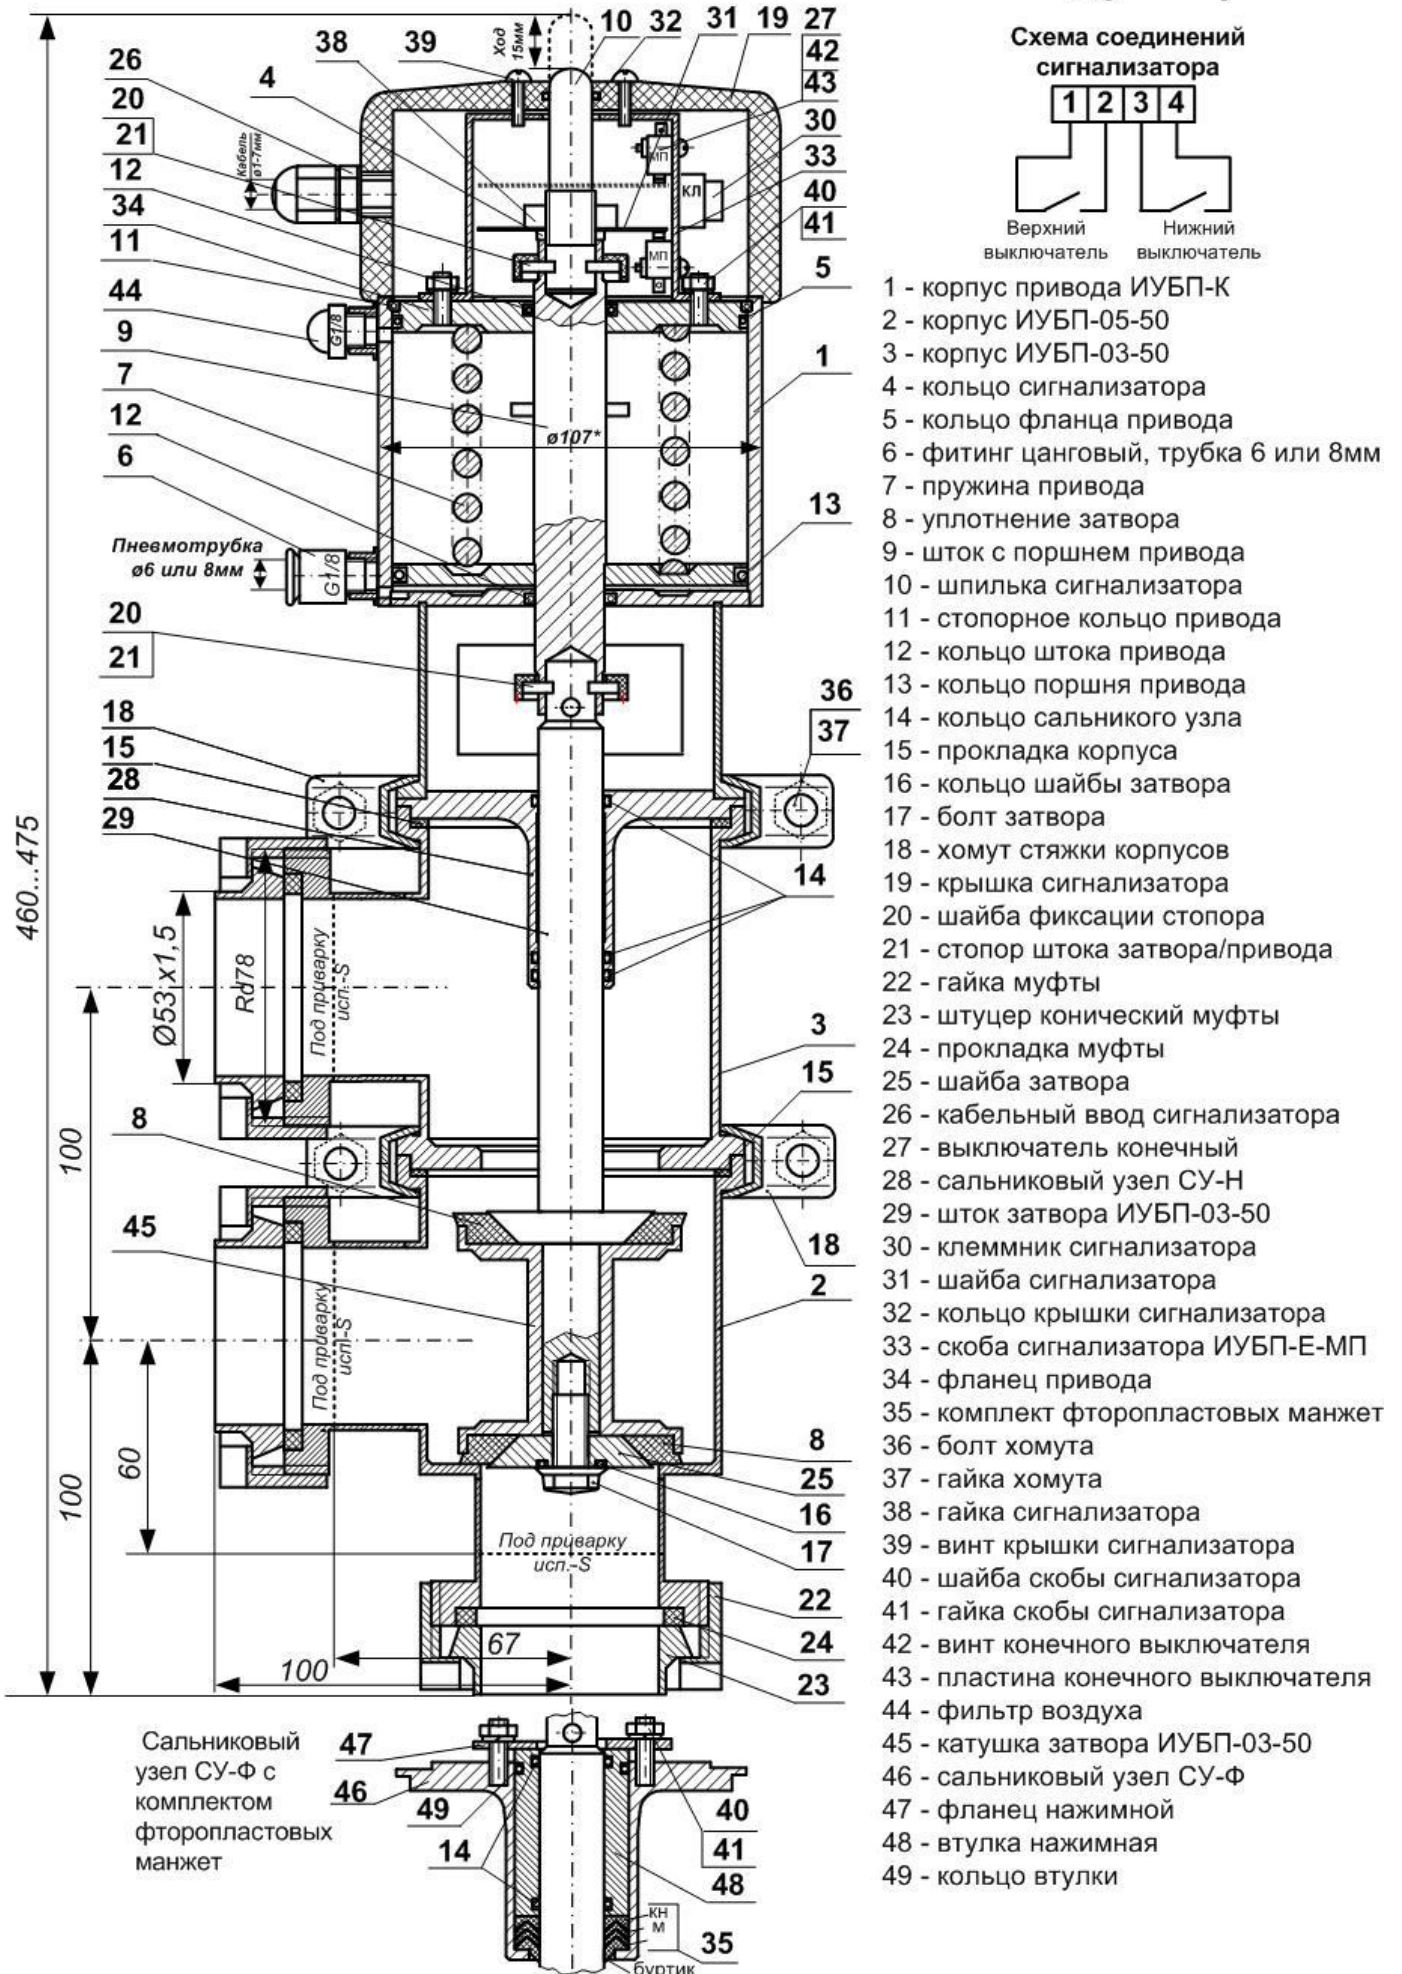
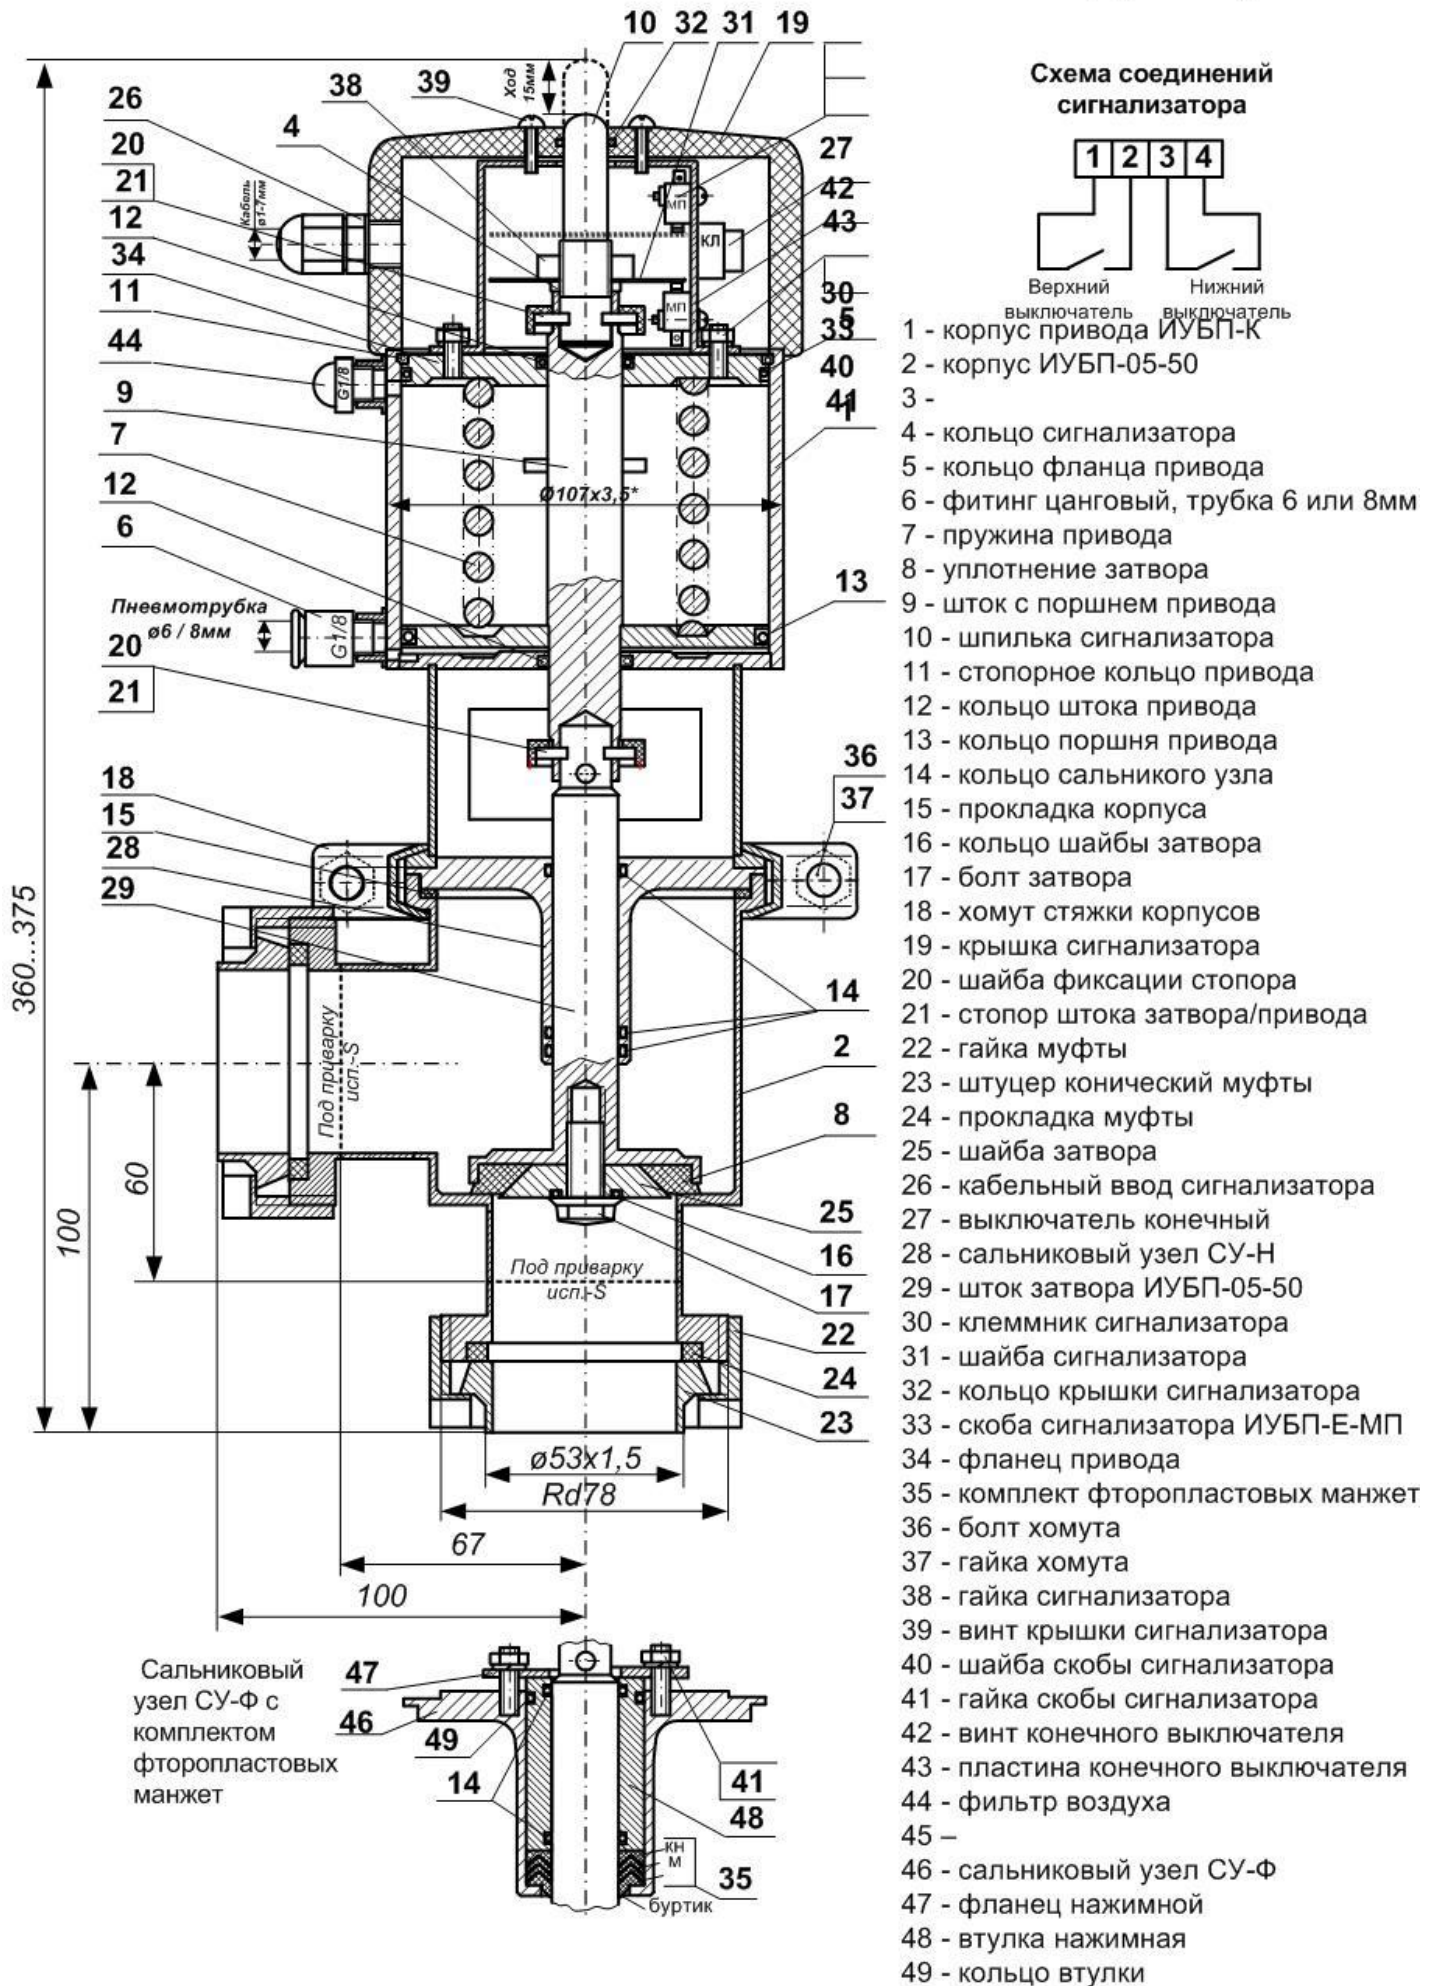

Рис. 1
Рис.2
Например, на рис.1 показан клапан ИУБП-К исполнения -03, имеющий два корпуса муфтового присоединения, а на рис.2 клапан исполнения -05, имеющий один корпус. Пунктирной линией показаны патрубки клапана приварного присоединения (исп.-S). Остальные исполнения клапанов имеют аналогичную конструкцию и размеры.
1) для НЗ клапана, поршень 9 внизу, пружина 7 вверху, фитинг 6 внизу, фильтр 44 вверху (см. рис. 1, 2 и 4);
Затвор двухседельного клапана (рис.1) состоит из: штока 29, катушки 45, конусной шайбы 25 (или комплект из двух шайб), уплотнительного кольца шайбы 16, болта 17, двух уплотнений затвора 8.
Затвор односедельного клапана (рис.2) состоит из: штока 29, конусной шайбы 25, кольца 16, болта 17, уплотнения 8.
4.1.5.2. В клапане ИУБП-Е-Ф устанавливается СУ-Ф (рис.1, 2) с нажимной втулкой 48 и комплектом шевронных манжет 35 из фторопласта Ф-4. Прокладки 15 и 24 также из фторопласта. Манжеты и кольца устанавливаются в следующем порядке: в корпус 46 вводится шток затвора 29, затем с помощью втулки 48 (с установленными кольцами 14 и 48) опускается кольцо опорное КО буртиком вниз, далее - манжеты М 2шт., затем - кольцо нажимное КН. Втулка 48 прижимается фланцем 47 с помощью гаек 41 до полного и равномерного уплотнения манжет. В процессе работы клапана уплотнения изнашиваются, поэтому кольца и манжеты необходимо поджимать, подкручивая гайки.
4.1.6. **Сигнализатор ИУБП-Е-МП-50** крайних положений затвора (см. рис.1, 2) состоит из: конечных выключателей 27, закреплённых в пазах на скобе 33 винтами 42 и пластинами 43. Выключатели срабатывают в крайних положениях штока от нажатия шайбы 31, закреплённой на резьбовой шпильке 10 гайкой 38. Шпилька соединяется со штоком привода стопором 21 с фиксацией шайбой 20. Скоба 33 устанавливается на шпильке верхнего фланца привода 34 и фиксируется гайками 38. Сигнализатор закрывается крышкой 19 из прочного полистирола. Крышка крепится на скобе сигнализатора 33 винтами 39.
Схема электрических соединений сигнализатора ИУБП-Е-50-МП с конечными выключателями дана на рис.1, 2.
4.2.1. В НЗ клапане с одним корпусом (например, исп.-05, см.рис.2), в исходном положении без подачи управляющего воздуха шток привода 9 под действием пружины 7 передаёт усилие на шток затвора 29, который прижимает уплотнение 8 к седлу корпуса 2. При подаче воздуха через фитинг 6 поршень 9 перемещается вверх и устанавливает затвор в верхнее положение, при этом открывается проход среды через нижний патрубок корпуса 2. При сбросе давления через фильтр 44 затвор под действием пружины 7 переходит в исходное положение, прижимая уплотнение 8 к седлу корпуса 2.
4.2.2. В НЗ клапане с двумя корпусами (например исп. -03, см. рис.1), в исходном положении без подачи воздуха под действием пружины 7 шток затвора 29 с катушкой 45 прижимают нижнее уплотнение 8 к седлу корпуса 2. При подаче воздуха в привод затвор устанавливается в верхнее положение, при этом открывается проход среды через нижний патрубок корпуса 2. Шток затвора 29 с катушкой 45 прижимают верхнее уплотнение 8 к седлу корпуса 3, перекрывая проход среды через боковой патрубок корпуса 3. При сбросе давления воздуха в приводе затвор под действием пружины 7 переходит в исходное положение, прижимая нижнее уплотнение 8 к седлу корпуса 2 и перекрывая поток среды.
**Обратите внимание!** Направление пазов в штоке 9 для стопора 21 должно совпадать с осью симметрии окон проставки корпуса, как показано на рис.1.
- 2.6. Установите корпус привода 1 в пресс, как показано на рис. 1.
- 3.7. Установить корпус привода 1 в пресс, как показано на рис. 2.